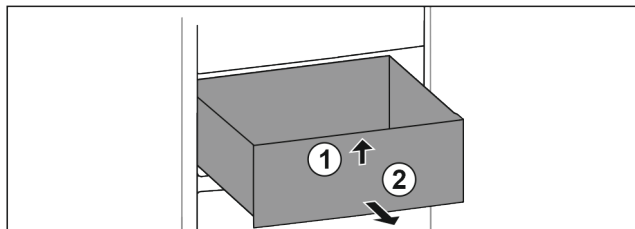

Fig. 27
- ▶ Unieść szufladę z przodu. Fig. 27 (1)
- ▶ Wyjąć szufladę do przodu. Fig. 27 (2)